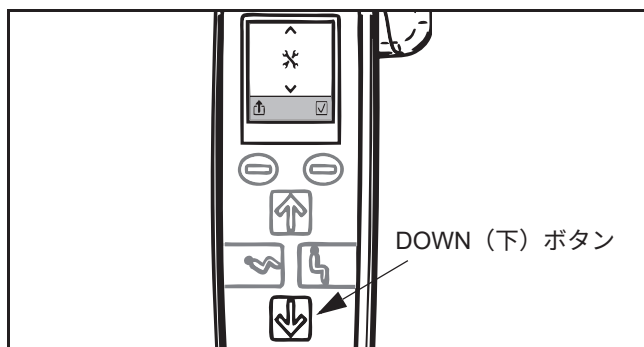

図 62
- 「スケール」ボタンを押してスケールをゼロに設定します。ここで表示部はゼロ重量を表示します（図 62 を参照）。